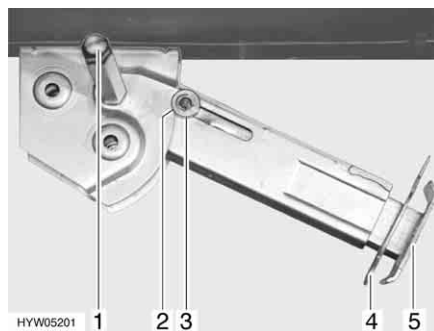

Fig. 41 Piedino di stazionamento
- Inserire la chiave a tubo nell'esagonale (Fig. 41,1) e ruotare fino a quando il piedino di stazionamento non si trova in posizione verticale verso il basso.
- Estrarre la copiglia (Fig. 41,4) dal prolungamento dell'estremità del piedino (Fig. 41,5).
- Inserire la chiave a tubo nell'esagonale (Fig. 41,1) e ruotare fino a quando il piedino di stazionamento non si stacca dal terreno.
- Spingere completamente all'interno il prolungamento dell'estremità del piedino (Fig. 41,5) e inserire la copiglia (Fig. 41,4) nel foro apposito.
- Ruotare la chiave a tubo nell'esagonale (Fig. 41,1), fino a quando il piedino di stazionamento non è sollevato verso l'alto e la guida (Fig. 41,3) è rientrata totalmente nell'intaglio (Fig. 41,2).